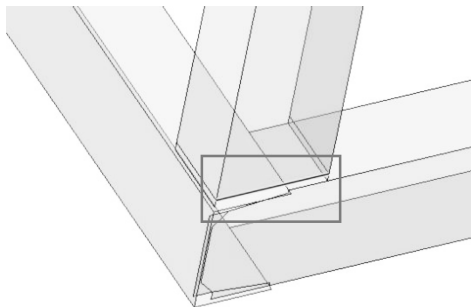
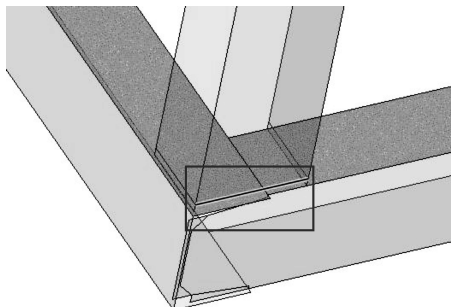
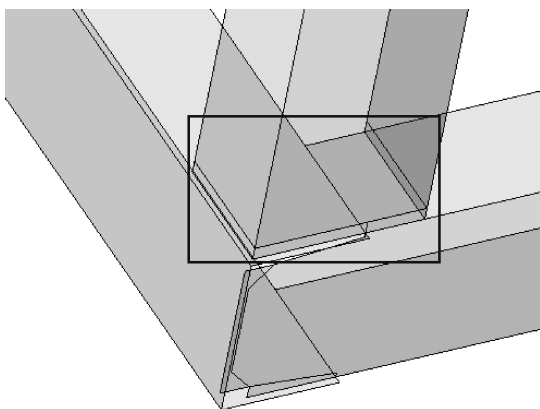

图 1-21 选取焊接边
图 1-22 选取焊接面
图 1-23 焊缝
(3) 补齐未焊接处：首先任选一个角未焊接处，在图形区域单击选择对应立杆端没有缝焊的边线，如图 1-21 所示；然后单击图标按住 Ctrl 键选择对应短横杆面和长纵梁面，如图 1-22 所示；单击完成图标完成此处缝焊焊接，如图 1-23 所示。该立杆件的另一端缝焊焊接以及托架结构的其他六个角处的三个立杆两端缝焊焊接与该处的操作方法一致，在此不再叙述，请读者自己完成。完成后图形区域完成图标呈灰色。